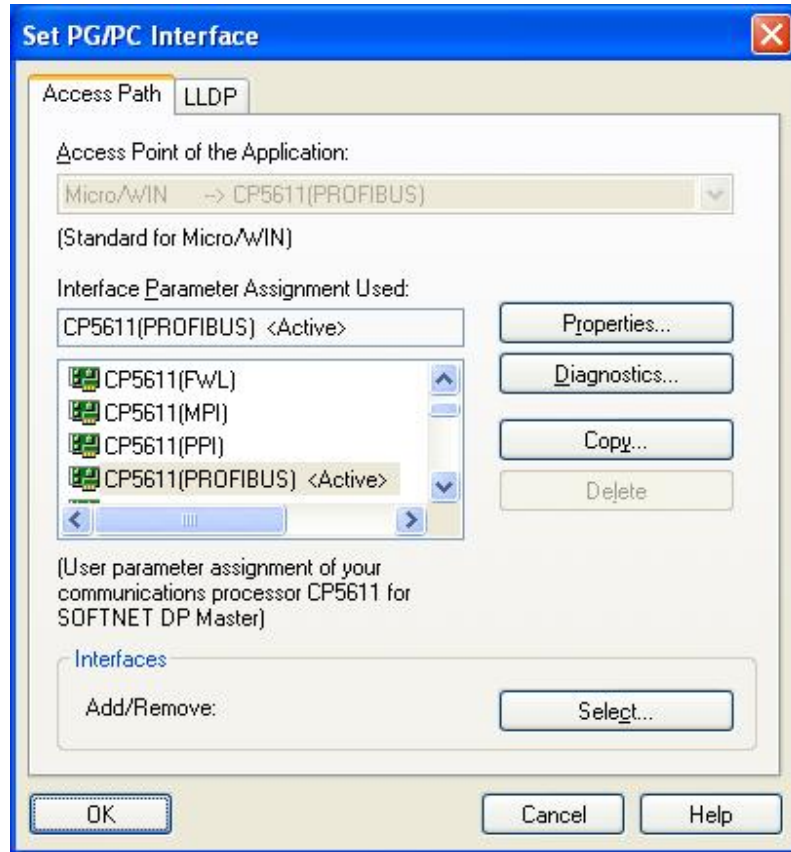

图 17
2. 点击“设置 PG/PC 接口”设定通讯参数，如图 17 选择“ CP5611(PROFIBUS)”方式，通过 EM277 访问 200CPU，该接口参数分配方式不影响 OPC Server 与 S7-200 的通讯功能